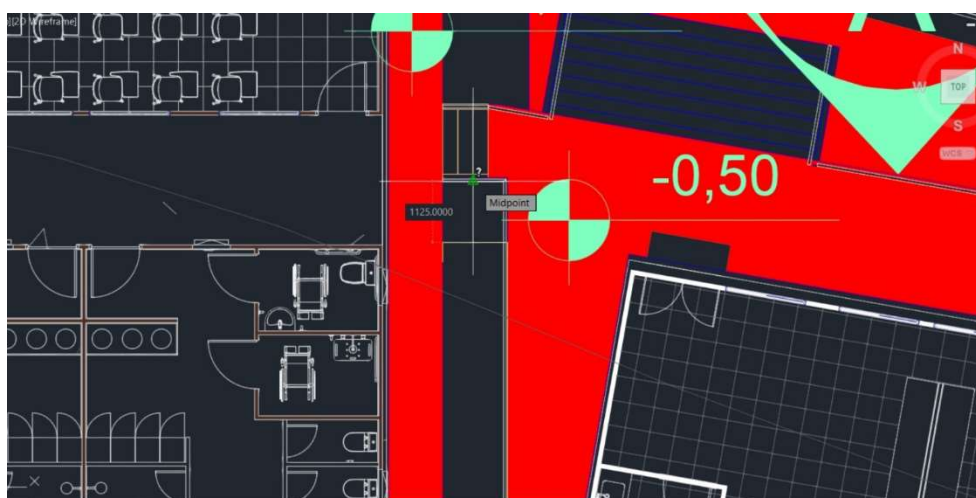

Figura 1 – Rampa de acesso sem patamar mínimo de 1,5 m² para área de manobra.
6) As circulações da rampa (Figura 1) que possuem apenas 1,2 metro de circulação devem ser aumentadas devido ao fluxo de alunos e cadeirantes segundo a NBR 9050 **Áreas de manobra** (mudança de direção, como em corredores em “L”, “T” ou “X”):